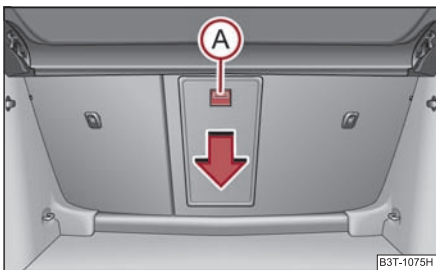

Fig. 121 Portbagajul: Tasta
- Împingeți tasta de deblocare în jos **A** ⇒ fig. 121 și rabatați capacul (cu cotiera) în față.
- Împingeți tasta de deblocare în jos (A) ⇒ pagina 100, fig. 121 și rabatați capacul (cu cotiera) în față.
- Rabatați capacul și cotiera în sus, până la limită - capacul trebuie să se fixeze cu zgomot. Acest lucru îl recunoașteți după zona roșie de deasupra tastei de deblocare (A). Ea nu trebuie să fie vizibilă din portbagaj ⇒ pagina 100, fig. 121.